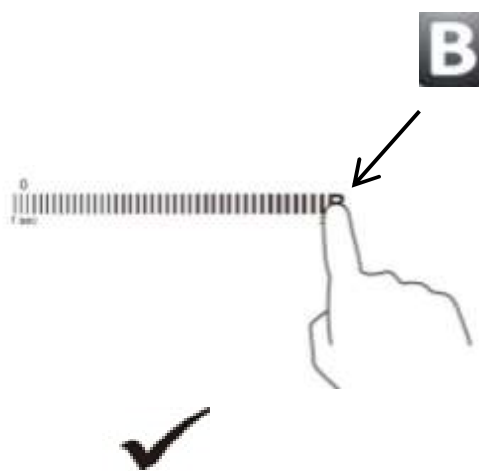

Рис. 2
- Для начала работы, нажмите кнопку выбора зоны и затем нажмите и удерживайте в течении 3 секунд кнопку «В» функции Flex zone + BBQ. (рис.2)